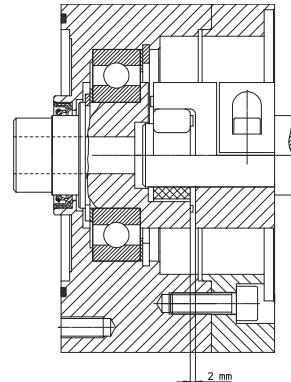

Figura 3: Versione con anello di bloccaggio
- Misurare la posizione assiale del mozzo del giunto, mantenere una distanza pari a 2 mm (figura 3).